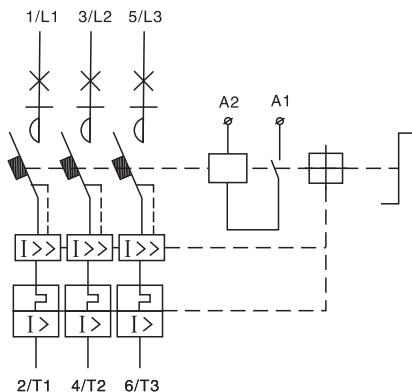

图5 电气原理图
5.5 图5为KB0的电气原理，图11 为KB0控制电路图。